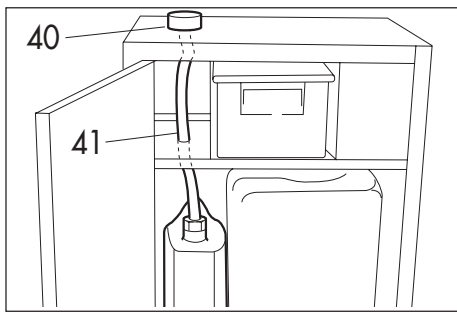

Fig. 6
- Introducir el embudo para gotas (40) sobre el plano superior del mueble, acoplándolo al tubo de descarga (41) (Fig. 6).